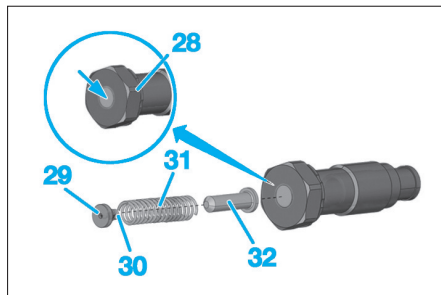

Fig. 15
- Percer l'ancien tendeur de chaîne de distribution (28) en son centre au diamètre 10,75 mm (Fig.15).
- le clapet (29),
- la bille (30),
- le ressort (31),
- le guide (32).